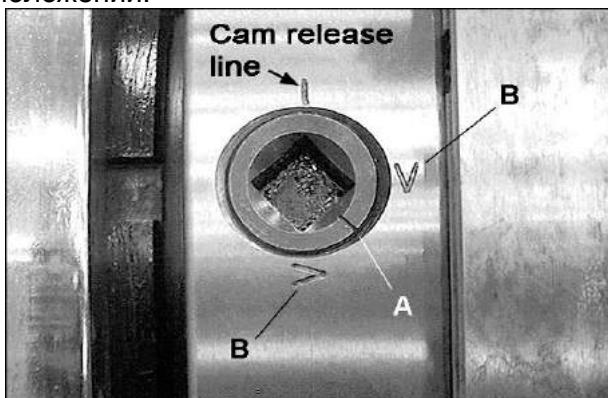

Рис.7
- Поддерживая патрон, поверните шесть замков на 90° против часовой стрелки, используя ключ из ящика для инструментов. См. Рис.7.
большим усилием замки на 90° по часовой стрелке. Отметка положения (A, Рис.7), при правильной установке, должна быть между двумя индикаторными стрелками (B), показано на Рис.7.
- Если отметка положения (A) не находится между этими двумя стрелками, необходимо снять патрон и вывернуть замки на один полный оборот.